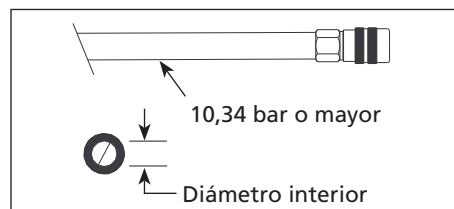

Figura 14 - Requerimientos para la manguera de aire
**MANGUERA DE SUMINISTRO DE AIRE:** Use SIEMPRE mangueras de suministro de aire con una clasificación de presión mínima de funcionamiento igual o mayor que la presión de la fuente de energía, o 10,3 bar (150 psi), lo que sea mayor. Use una manguera de aire de 6,4 mm 1/4 pulg. para recorridos de hasta 15,2 m (50 pies). Use mangueras de aire de 9,5 mm (3/8 pulg.) para recorridos de 15,2 m (50 pies) o más (ver Figura 14 y Tabla 3).